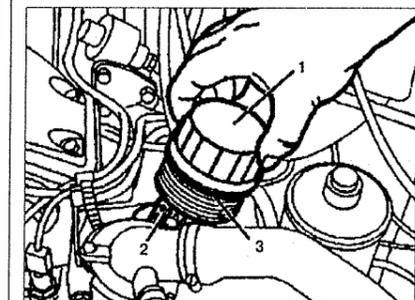

Рис. 1.16. Замена фильтрующего элемента на двигателе 111.
12. Открутите крышку 1 (см. рис. 1.16).
5. Снимите переходники с свечей зажигания 4 (см.рис.1.16 б).
6. Выкрутите свечи зажигания и вкрутите новые (см.рис.1.16 в). Используйте только рекомендованные свечи зажигания.